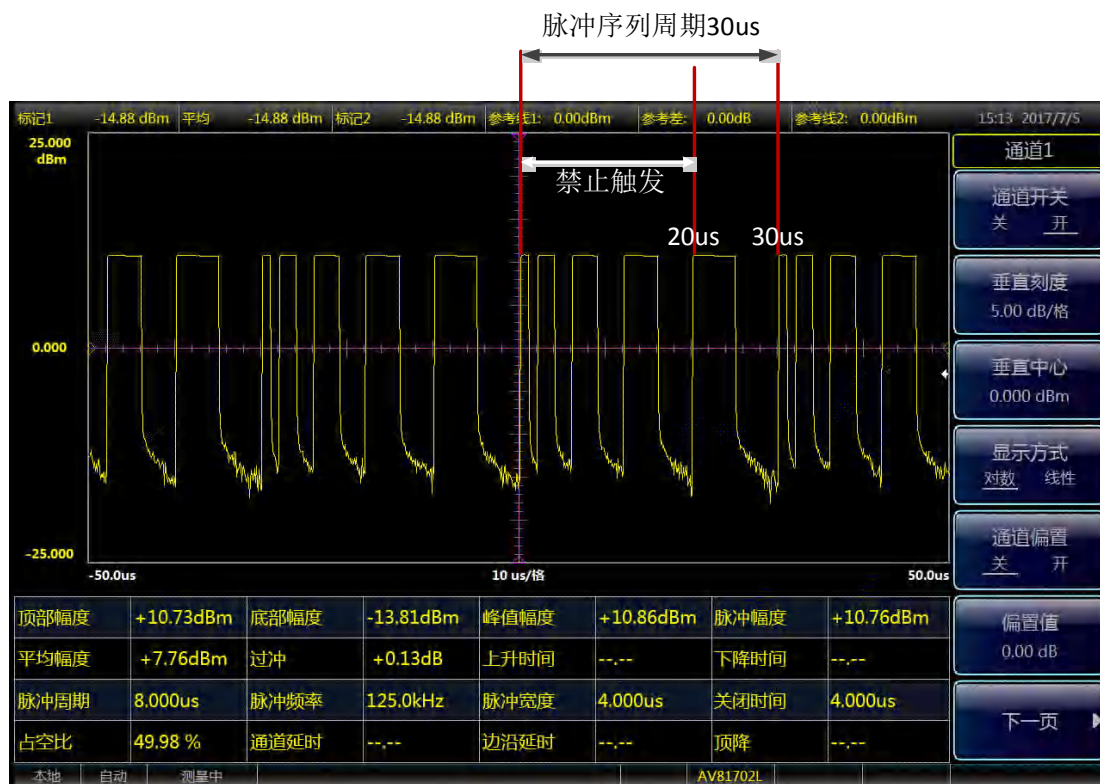

图 4.10 脉冲序列测量
- 设置【触发】>[触发释抑]>[29us/格]，如图 4.10 所示，脉冲序列波形稳定显示。